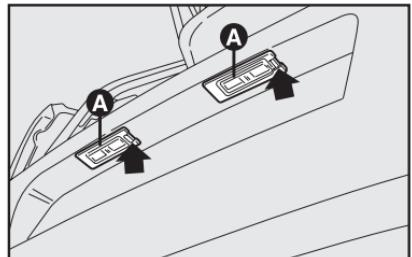
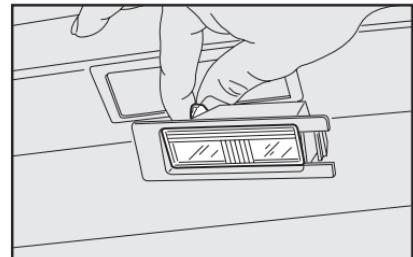

fig. 23
fig. 24
LUCES DE MATRÍCULA - fig. 23 y fig. 24
- actúe en el punto indicado por la flecha con un destornillador, cuidando para no rayar la superficie, y quite el grupo transparente **A**-fig. 23;
- sustituya la lámpara **fig. 24**, desvinculándola de los contactos laterales y cerciorándose de que la nueva lámpara esté correctamente bloqueada entre los contactos;